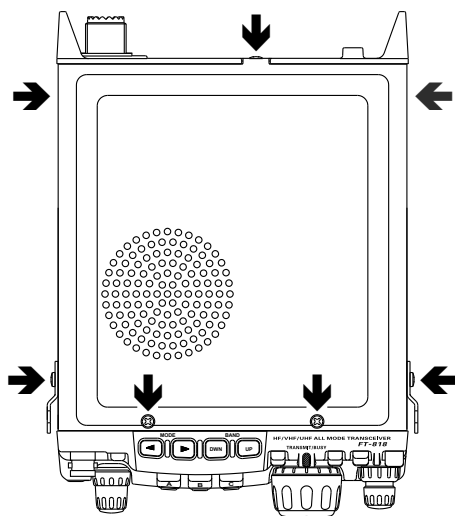

Figura 1
2. Come illustrato in figura 1, rimuovete gli agganci della cinghia di trasporto su entrambi i lati (2 viti), svitate le cinque viti che fissano il coperchio superiore del ricetrasmittitore e rimuovetelo non dimenticando di scollegare i cavi dell'altoparlante.